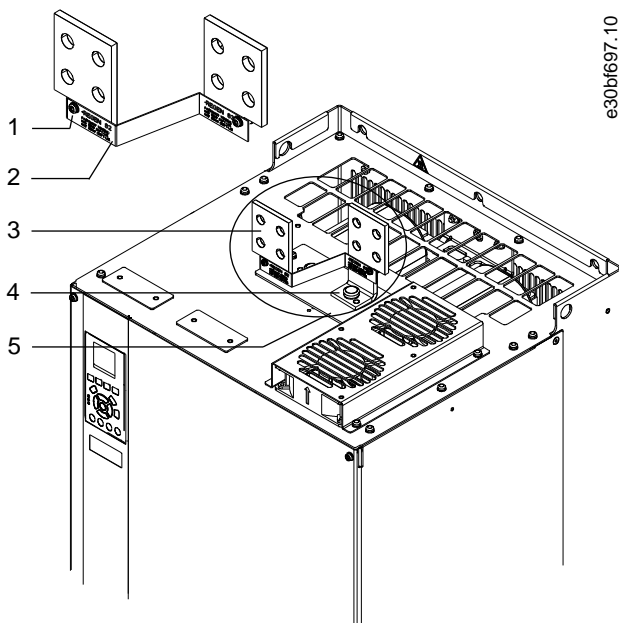

Abbildung 16: Anschlussklemmen für Zwischenkreiskopplung/Rückspeiseeinheit
5. Bringen Sie das Etikett vor den Klemmen an wie in Abbildung 16 dargestellt. Befestigen Sie dies mit 2 M4-Schrauben mit einem Anzugsmoment von 1,2 Nm (10 in-lb).